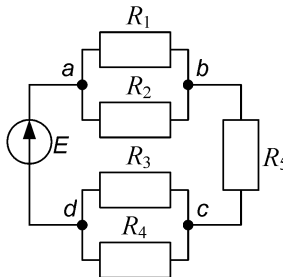

Рис. 2.30
5. Определить напряжение между точками a , c (рис. 2.30), если $E = 30 \text{ В}$, $R_1 = 2 \text{ Ом}$, $R_2 = 4 \text{ Ом}$, $R_4 = 8 \text{ Ом}$, $R_5 = 1 \text{ Ом}$, $R_3 = 4 \text{ Ом}$.
Второй закон Кирхгофа может быть записан и для контура, который проходит от одной точки цепи к другой по окружающему электрическую цепь пространству (в частности, воздуху). Например, на рис. 2.30 таким является контур *acdea*, для которого второй закон Кирхгофа имеет вид:
Приняв положительное направление тока в цепи по часовой стрелке (рис. 2.30), составить уравнение по второму закону Кирхгофа для внешнего контура $abcdea$: